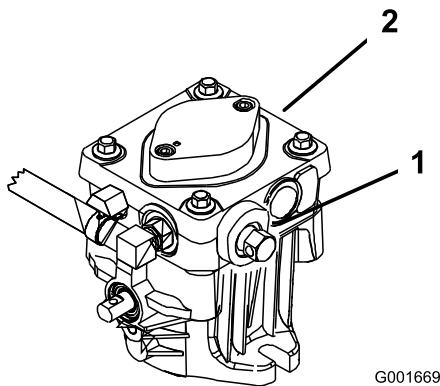

Figura 29
2. Gire las válvulas de desvío una vuelta en el sentido contrario a las agujas del reloj para empujar la máquina. Esto permite que el aceite hidráulico se desvíe alrededor de la bomba, dejando que las ruedas giren (Figura 29).
Gire las válvulas de desvío una vuelta en el sentido de las agujas del reloj para conducir la máquina (Figura 29).